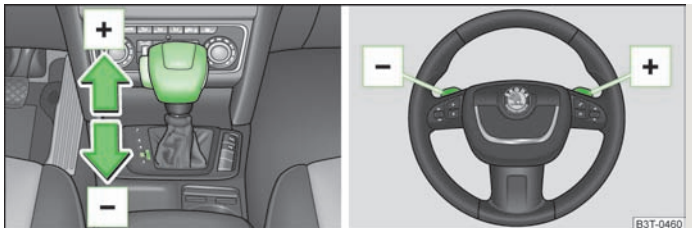

Abb. 127 Wählhebel und Multifunktionslenkrad
- Den Wählhebel nach vorn » Abb. 127 **+** tippen.
- Die rechte Schaltwippe **+** » Abb. 127 zum Multifunktionslenkrad ziehen.
- Die linke Schaltwippe **-** » Abb. 127 zum Multifunktionslenkrad ziehen.